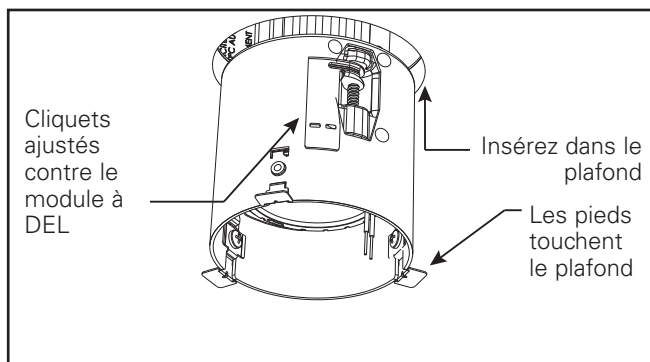

Figure 4
4. Assurez-vous que les cliquets sont bien serrés contre le module à DEL avant d'insérer le module dans le plafond (Voir figure 4).